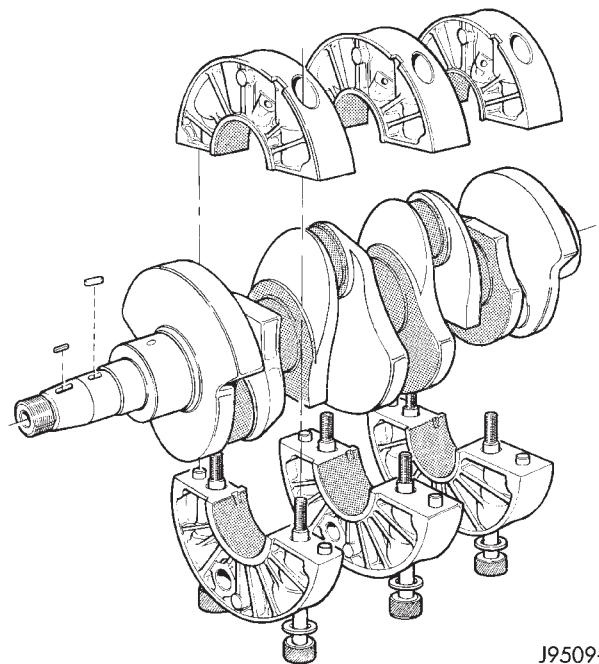
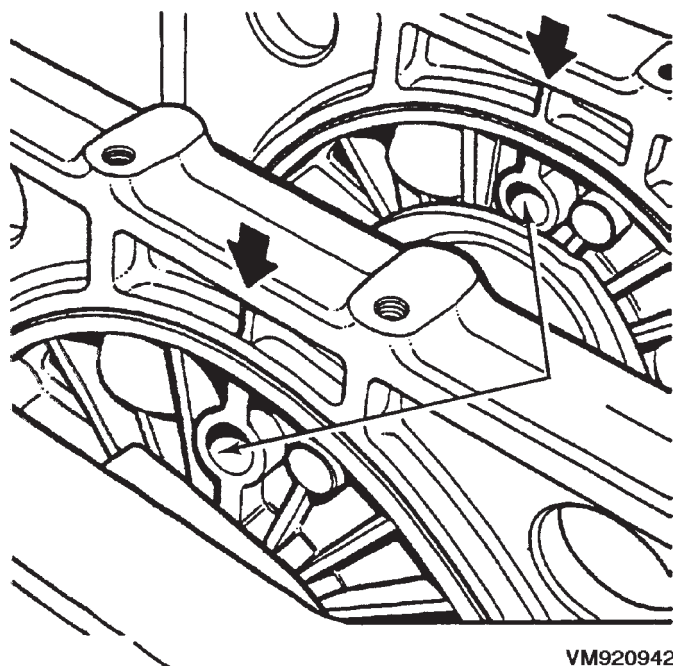

Fig. 69 Conjunto de cigüeñal y cojinete de portador
Fig. 70 Alineación de soporte de cojinete principal
(21) Separe las dos partes de cada portador, retire el cigüeñal y temporalmente vuelva a ensamblar los portadores (Fig. 69). Retire el cigüeñal por la parte trasera del cárter de cigüeñal.
(5) Limpie minuciosamente el cárter de cigüeñal y conductos de aceite y seque con aire comprimido.
(6) Instale carcasas de cojinete principal nuevas en cada mitad de los portadores. Monte los portadores a los gorriones del cigüeñal, asegurándose que los portadores estén montados en su posición original y que **la muesca de surtidor del pistón esté orientado hacia la parte delantera del cigüeñal**. Fije cada portador con los dos pernos, apretándolos de la misma forma con una torsión de 42 N·m (31 lbs. pie). Verifique que el surtidor de aceite esté en posición (Fig. 69).
(7) Deslice la herramienta especial VM.1004 sobre el engranaje del cigüeñal e inserte el cigüeñal y conjunto de soportes dentro del cárter de la misma forma que se empleó para el desmontaje.
(8) Alinee los agujeros en los soportes inferiores con el centro de las nervaduras del cárter (Fig. 70).
(9) Fije cada conjunto de soportes al cárter con la alimentación de aceite de cojinete principal y emplazadores de soportes. Ajústelos con una torsión de 54 N·m (40 lbs. pie).